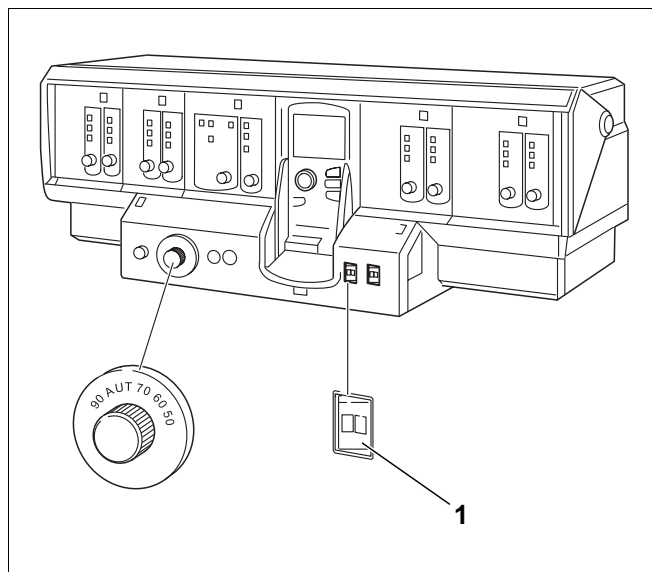

Fig. 53 Eksempel Logamatic 4311
- Sett driftsbryteren (fig. 53, pos. 1) på kontrollpanelet i stillingen „0“.